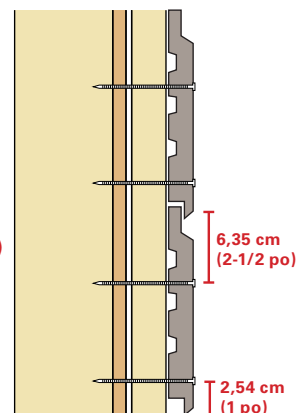

Fig. 17
- Pour tous les autres profils, clouez le revêtement à 6,35 cm (2-1/2 po) du haut (bord long) et à 2,54 cm (1 po) de la base (bord long) de la planche de revêtement pour empêcher le bombement. *(Voir la figure 17)*